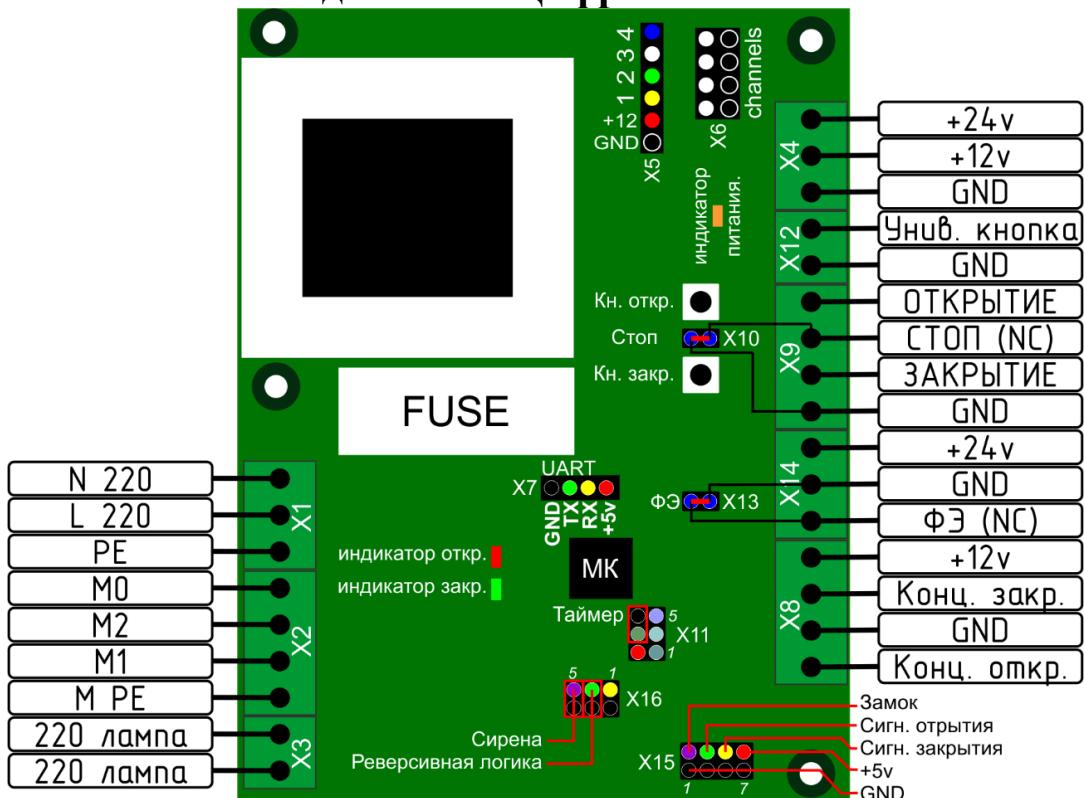

Рисунок 6
Питание шлагбаума однофазное, подключается к разъему X1 (см. Рисунок 6)
Фотоэлементы подключаются к разъему X14 (см. Рисунок 6). Питание фотоэлементов – 24В.
При отсутствии фотоэлементов на переключателе X13 (см. Рисунок 6) должен быть установлен джампер. При отсутствии перемычки шлагбаум не будет закрываться.
Подключается к разъему X9 (см. Рисунок 6)
3. Блок перейдет в режим настройки задержки таймера. Количество миганий индикаторов открытия и закрытия (см. Рисунок 6) отобразится текущее время задержки в секундах кратное 5. (3 мигания – 15 секунд)